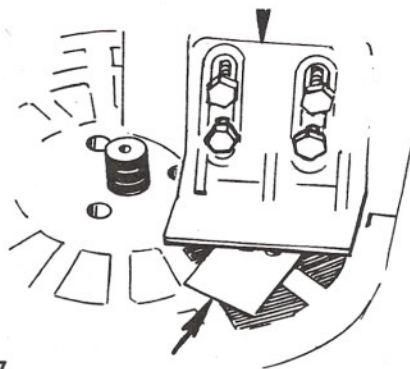

Fig. 17
7. Mantener el lado del fondo del triturador de roca plano y a escuadra esmerilándolo de ser requerido. Esto es extremadamente importante para ofrecer vida máxima a las almohadillas de sellado, especialmente cuando se utilizan mezclas de agregados grandes (fig. 17).